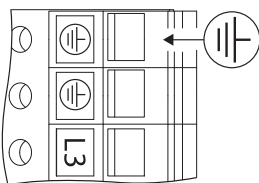

Fig. 27: Extra jordning
- På grund av den förhöjda avledningströmmen för motorer fr.o.m. 11 kW krävs extra jordning enligt EN 50178 (se fig. 27).